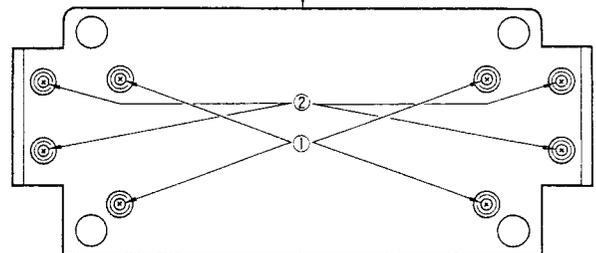

Abb. 3
- 1) Mit dem Aufbau auf der Seite liegend entfernt man die acht Schrauben (gelbliche Schrauben, M4 x 16) und die acht Unterlegscheiben, die in Abb. 3 gezeigt sind.